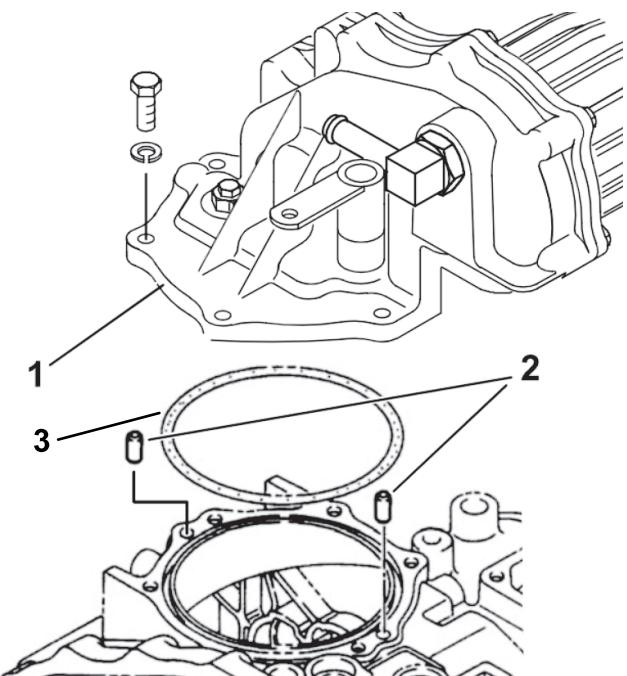

Рисунок 19
- Вставьте 2 установочных штифта в отверстия ведущего моста, расположенные в местах, показанных на Рисунок 19.
- Используйте большое уплотнительное кольцо, крепежные болты, стопорные шайбы и гайку, которые вы сняли с плоской крышки ведущего моста, установите механизм отбора мощности в сборе на ведущий мост (Рисунок 19).